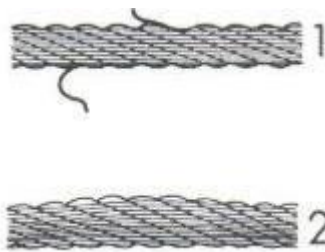

Рисунок 4. Проверка троса: (1)– использовать трос запрещено; (2) – трос готов к использованию.
- Перед тем, как начать работу, проверьте правильно ли намотан трос на катушку (см. рисунок 4).